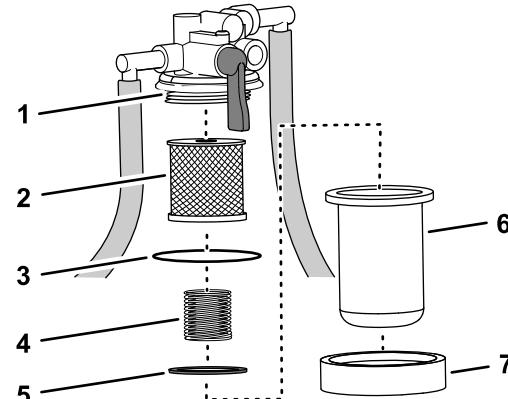

Figura 71
3. Posizionate una bacinella di spurgo sotto il pozzetto del filtro del carburante, rimuovete il dado del pozzetto, quindi rimuovete il pozzetto dalla testa del filtro (Figura 71).
2. Montate la cartuccia del filtro sulla testa del filtro; fate riferimento alla Figura 71 in Rimozione della cartuccia del filtro (pagina 60).
3. Montate la molla e il galleggiante nel pozzetto del filtro del carburante; fate riferimento alla Figura 71 in Rimozione della cartuccia del filtro (pagina 60).
4. Montate il pozzetto del filtro e il suo dado sulla testa del filtro, quindi serrate il dado manualmente; fate riferimento alla Figura 71 in Rimozione della cartuccia del filtro (pagina 60).